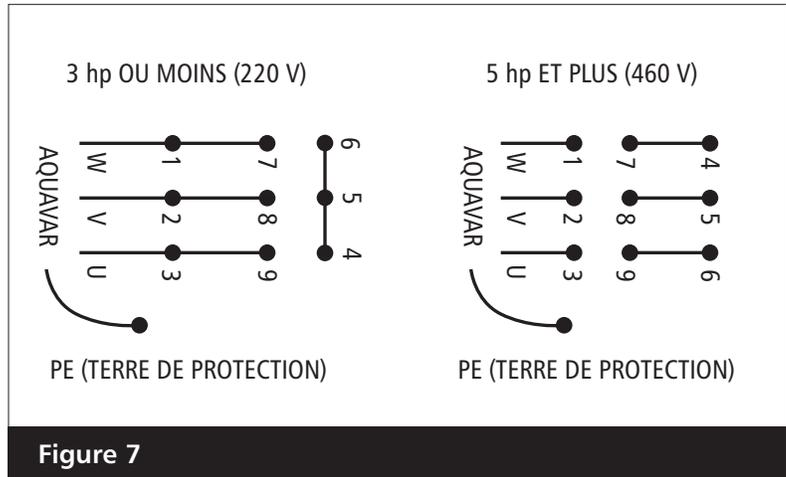

Figure 7
Repérer les bornes de terre de protection (vis *PE*) et U, V, W pour le moteur (*MOTOR*) à l'intérieur de l'AQUAVAR (fig. 7).
7. À l'aide des indications de la plaque signalétique du moteur et de la fig. 7, connecter les quatre (4) fils restants provenant des bornes W, V, U et de terre de protection (PE).